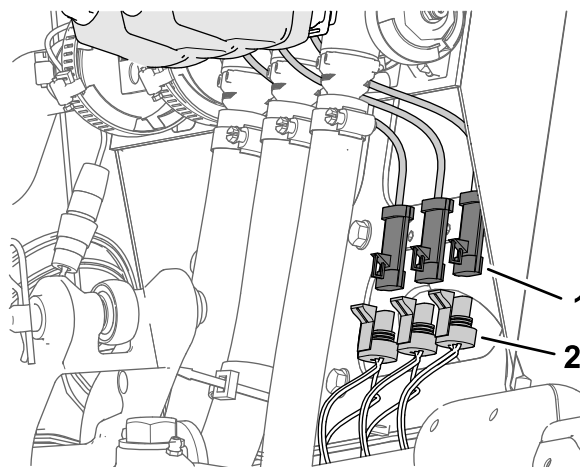

Figura 36
1. Desconecte los conectores hembra de 3 vías marcados LEFT SPRAY VALVE, CENTER SPRAY VALVE y RIGHT SPRAY VALVE del arnés de cables de la máquina de los conectores de 3 pines de los actuadores de las 3 válvulas de fumigación (Figura 36).